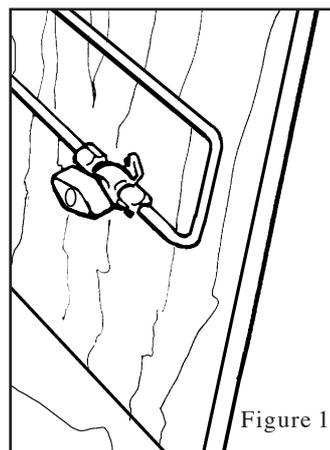

Figure 1
- Fermer les vannes sur le circuit (dans le placard sous le four) et sur la bouteille quand les appareils ne sont pas utilisés. Fermer les vannes avant tout changement de bouteille et immédiatement en cas d'urgence. (fig 1)
- *Shut the valves in the system (under the oven) and on the cylinder when the appliances are not in use. Close the valves before any change of cylinder and immediately in case of emergency (fig.1),*
Le compartiment moteur est pourvu d'un orifice (figure 1) permettant de projeter à l'intérieur le produit extincteur sans qu'il soit nécessaire d'ouvrir les panneaux d'accès habituels.
The engine compartment includes an aperture (figure 1) to spray the extinguishing agent without opening the normal access hatch.